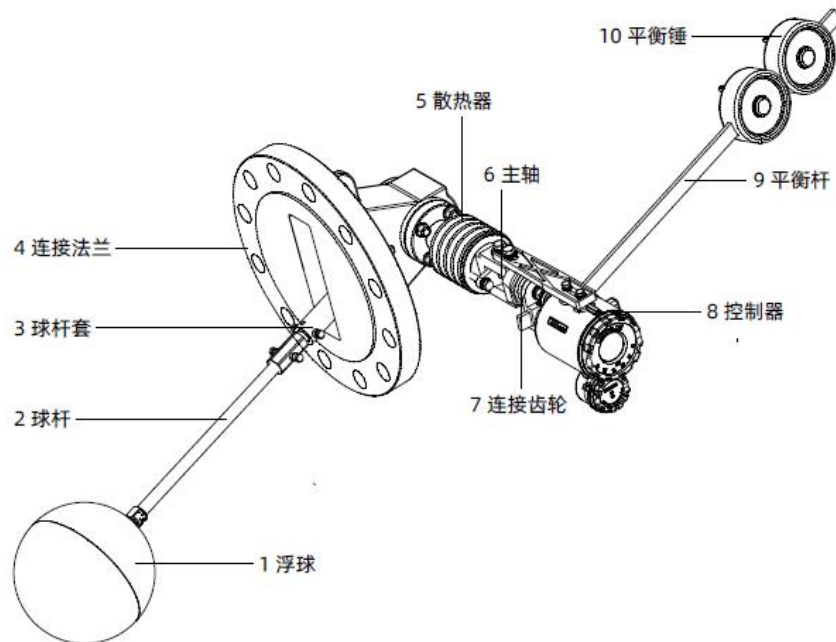
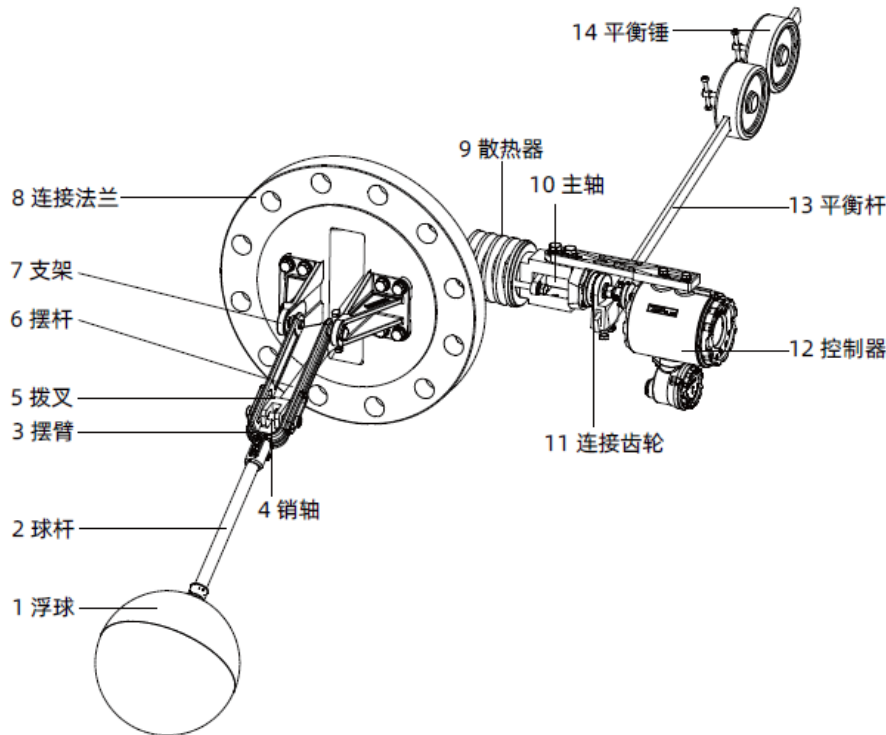

图 1 小转角型浮球液位变送器
图 2 大转角型浮球液位变送器
2.1 产品主要结构-图 1 小转角型浮球液位变送器; -图 2 大转角型浮球液位变送器